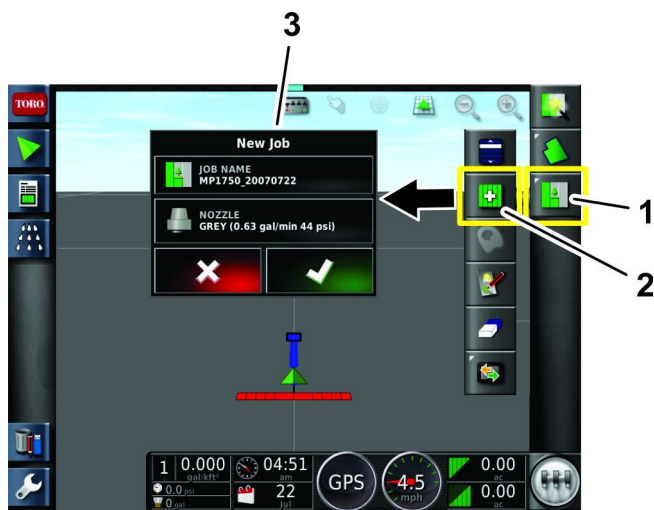

Figura 131
5. Pulse el icono Menú de trabajos en la esquina superior derecha de la pantalla (Figura 131).
6. Introduzca un nombre de trabajo nuevo o deje el indicador de hora predeterminado (Figura 131).